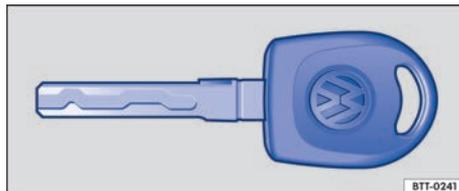

Fig. 19 Llave del vehículo mecánica.
- **O BIEN:** introduzca la llave del vehículo → fig. 19 en el cilindro de la cerradura de la puerta del conductor y gírela **en el sentido de las agujas del reloj**. Manténgala girada para la apertura de confort. En los vehículos sin cierre centralizado solo se desbloquea la puerta del conductor.
- **O BIEN:** introduzca la llave del vehículo → fig. 19 en el cilindro de la cerradura de la puerta del conductor y gírela **en el sentido de las agujas del reloj**. Manténgala girada para el cierre de confort.